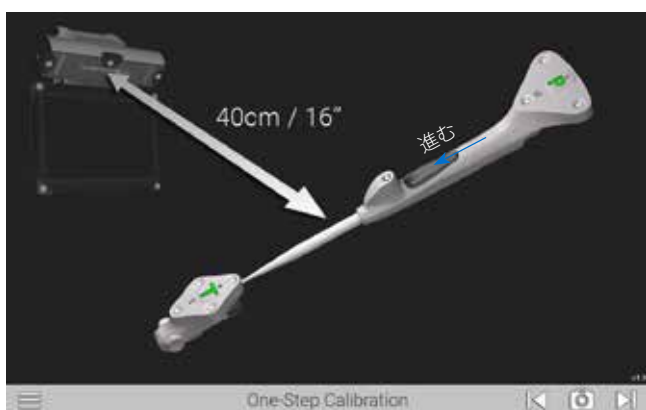

図10
One-Step Calibration (ワンステップ較正) 画面が表示されます (図10)。プローブトラッカー (P) の先端をトラッカーの上部にある窪みの中心に当てます。ディスプレイユニットから40 cm以内の距離に両方を保ち、白色ダイオードがカメラに向いていることを確認します。